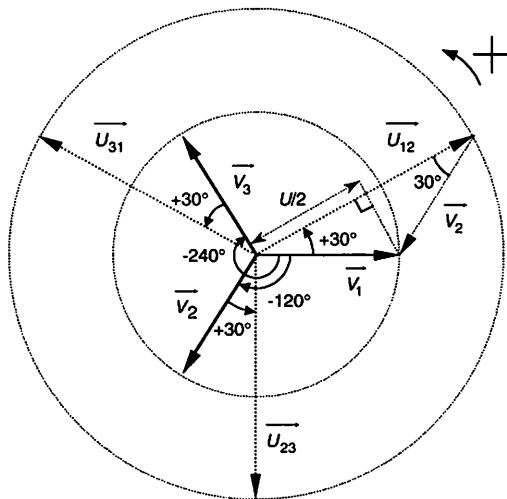

Figure 3.10 Représentation de Fresnel des tensions
– Sachant que  $V_1 = V_2 = V_3 = V$ , on obtient la représentation de Fresnel (Fig. 3.10).